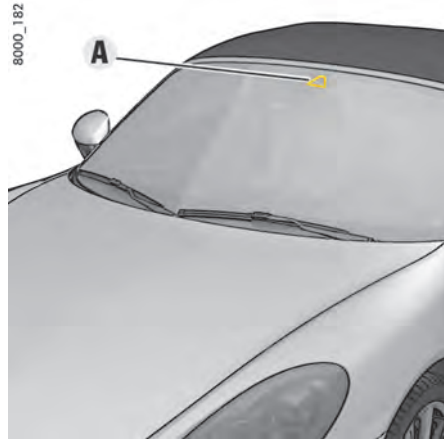

Fig 114 : Position de la caméra
- ▶ Pour ne pas influencer la puissance de détection de la caméra : Ne recouvrez pas la zone de la caméra au niveau du rétroviseur intérieur (voir Fig. 114 à la page 137) avec des corps étrangers (p. ex. un autocollant).